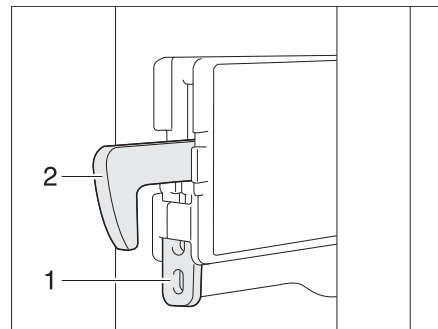

Fig. 239 Fixation crochet de verrouillage
- Pousser la fixation (Fig. 239,1) vers le haut. Le crochet de verrouillage (Fig. 239,2) est pressé vers le haut, il est mis hors fonction.
- Appuyer vers le bas sur le crochet de verrouillage (Fig. 239,2). Le crochet de verrouillage est de nouveau en fonction.